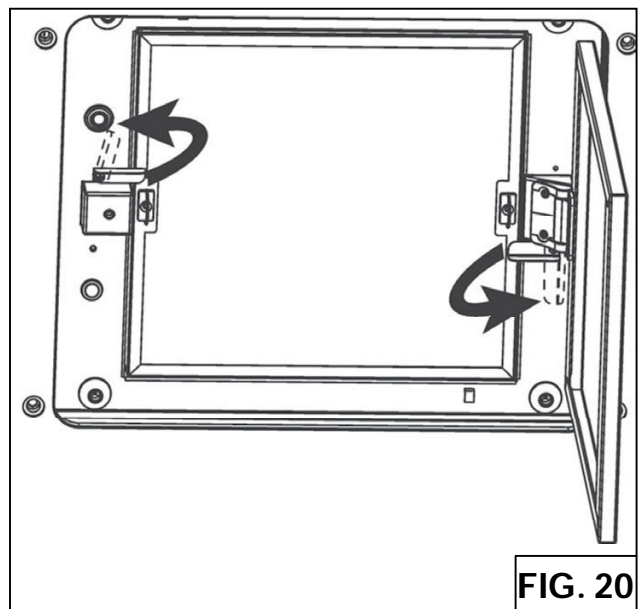

FIG. 20
2. Déplacer les deux clips de fixation, comme l'a montré dans la figure 20.